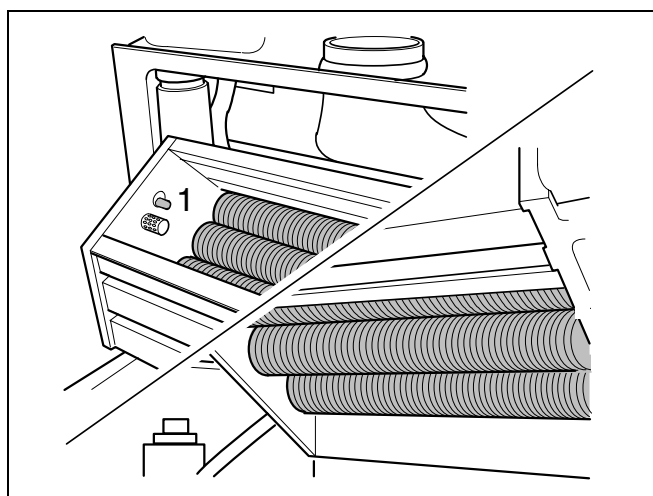

Fig. 40 Pulire lo scambiatore di calore
Accertarsi che l'elettrodo di accensione ad incandescenza e l'elettrodo di ionizzazione non vengano danneggiati durante lo smontaggio (fig. 40, pos.1).